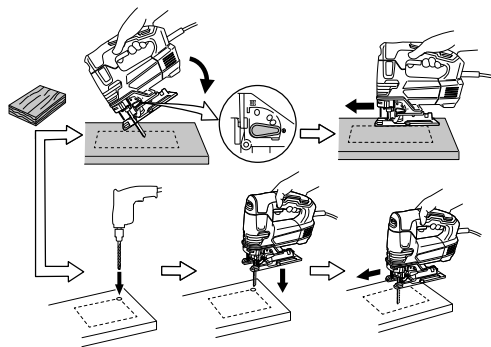

Fig. 17
5. Découpe d'ouvertures (Fig. 17)